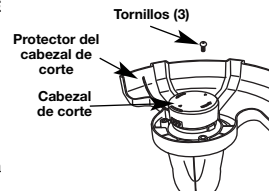

Fig. 5
- Una vez que la batería haya alcanzado el nivel de carga completo, la luz del DIODO EMISOR DE LUZ del indicador cambiará de color rojo a verde (Fig. 5).